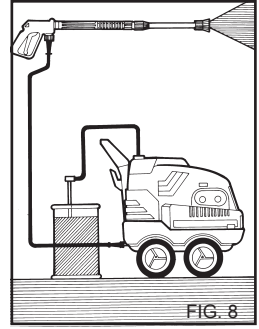

FIG. 8
- 4) Промойте аппарат от остатков моющих средств (рис.8). Для этого вставьте шланг подачи моющих средств в емкость с чистой водой и запустите мойку на 1 минуту, установив насадку в положение подачи моющего средства.